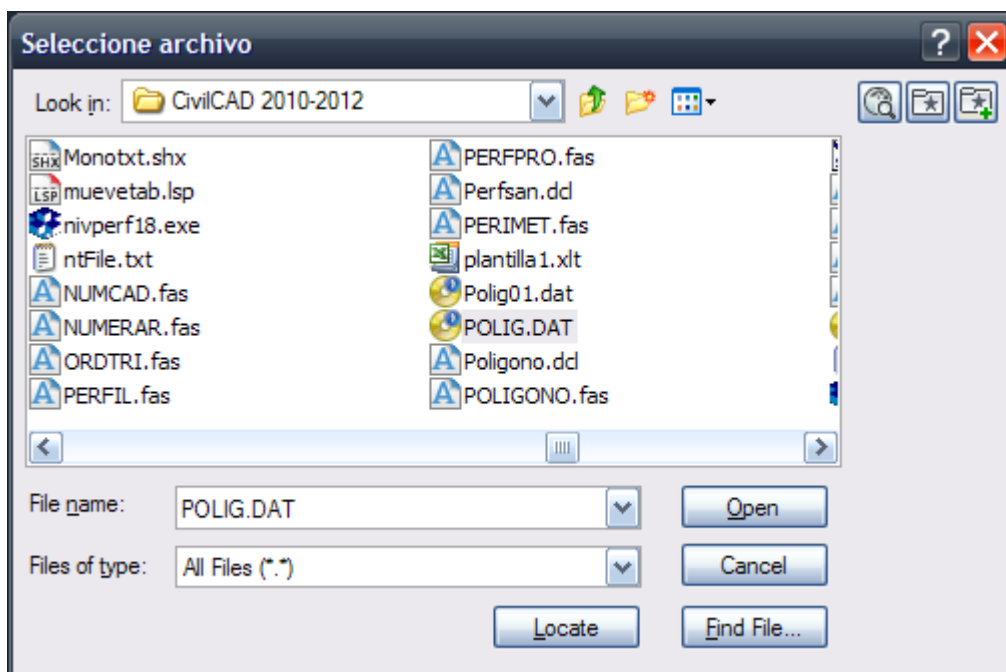

Fig. 4: Caja de diálogo para seleccionar archivo
6. Presione **OK** y seleccione el archivo **POLIG.DAT** en la caja de diálogo (Fig. 4):